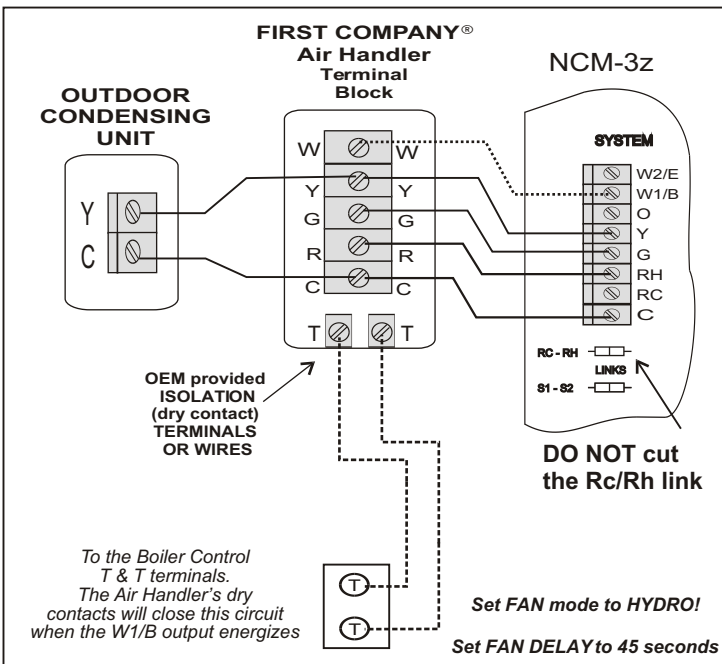

Figura 17
* La Figura 17 se refiere únicamente a los controladores de aire First Company®. Este OEM proporciona el circuito de aislamiento. No es necesario un relé de campo.